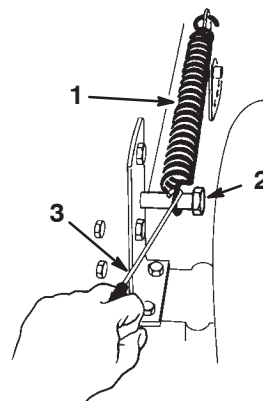

Bild 37
5. Nehmen Sie die Schnitthöhenhubfeder von der Befestigungsschraube ab (Bild 37). Die Feder befindet sich zwischen Rahmen und rechtem Hinterrad.
- Stellen Sie den Schnitthöhenhebel (Mähwerkhub) auf Kerbe „D“. Haken Sie die hubgestützte Feder zur Einlagerung an der Befestigungsschraube ein (Bild 37).